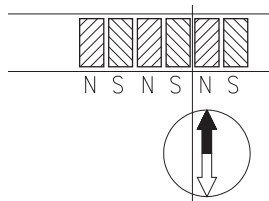

Abb. 16: Ermittlung der Polarität. Trennung des Magnetbandes.
- Wenn erforderlich mit Kompassnadel kontrollieren, wo sich die Pole am Magnetband befinden (Abb. 16).